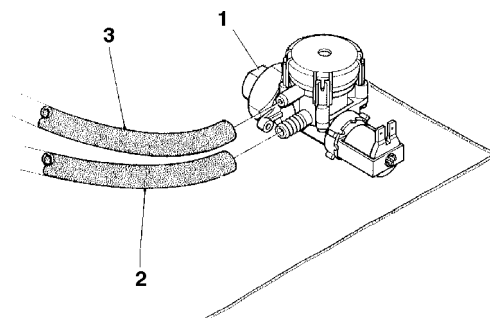

Abb. 10
Mit Hilfe eines für Lebensmittel geeigneten (als zusätzlicher Bausatz erhältlichen) Rohres, das den Netzdruck aushalten kann und einen Innendurchmesser von mindestens 6 mm aufweist, das mitgelieferte 3/4"-Gas-Reduzierstück des Elektroventils für Wassereinlaß am Wassernetz anschließen (siehe Abb. 10).
Das Elektroventil zum Wassereintritt (s. Abb. 10) ist mit einer Vorrichtung zum Überlaufschutz ausgestattet, die den Wasserzufluß mechanisch absperrt, wenn eine Betriebsstörung des Elektroventils selbst oder der Kontrolleinrichtung des Wasserstandes im Boiler entsteht.
- Die Mutter zur Befestigung des Wasserzuführungsschlauches des Elektroventils lockern, damit der restliche Wasserdruck sinkt, dann die Mutter wieder anziehen (s. Abb. 10);